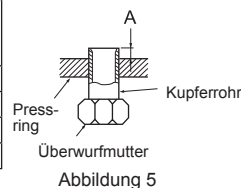

Abbildung 5
- Den Ablaufschlauch vollständig bis zum Boden der Ablaufwanne (Endanschluss) einführen. (Abbildung 5)